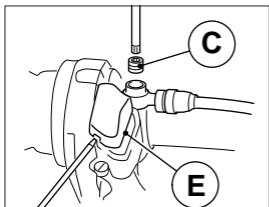

Fig. 10
- den Stift C (Fig. 10) abschrauben, und den O-Ring vom Schraubenkopf des Verbindungsstücks entfernen, wobei auf die O-Ringe von sehr kleiner Dimension besonders geachtet werden soll.